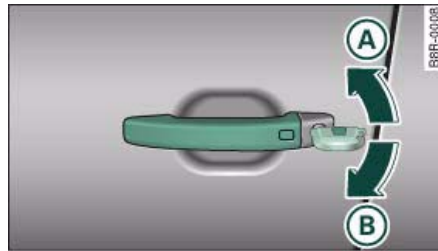

Fig. 25 Cerradura de la puerta del conductor
- Gire la llave hacia la posición de apertura (A) ⇒ fig. 25.